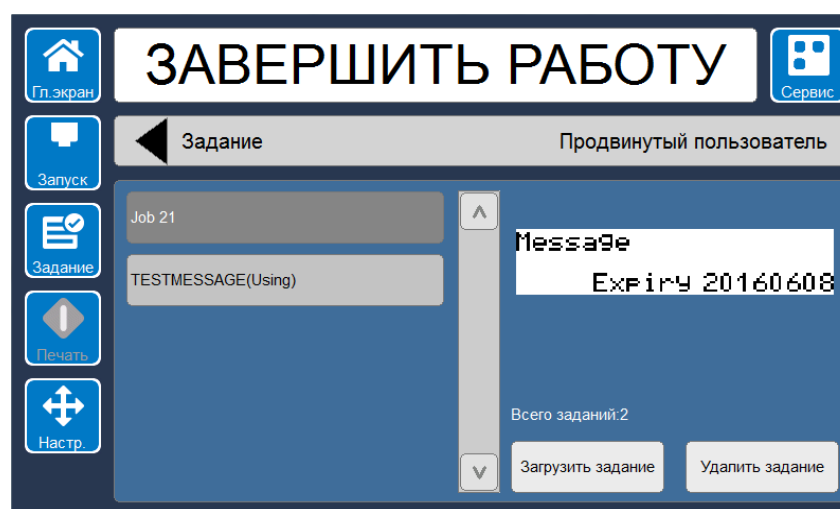

Рис. 4-14: Список заданий
- 2 Нажмите кнопку *Job Edit (Редактирование задания)*, чтобы открыть экран редактирования. Откроется экран со списком заданий, как показано на Рис. 4-14.